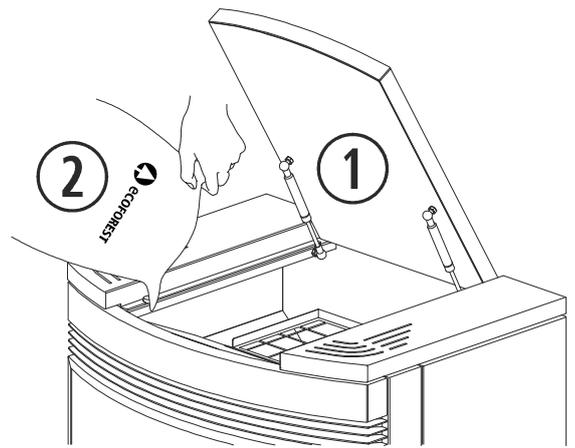
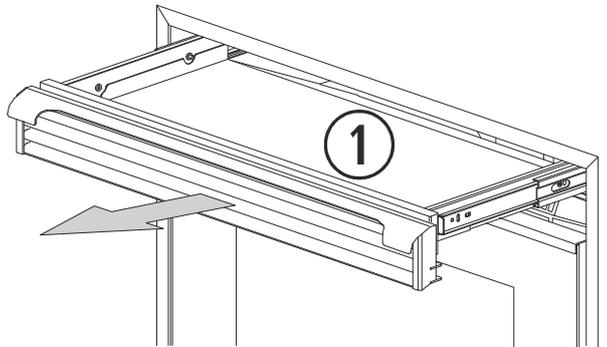

Figura 2
Figura 3
**2.13.** Para realizar la carga de combustible en la estufa, debemos abrir la tapa de la tolva y vaciar el saco de combustible con cuidado para evitar que rebose el combustible. Ver *figura 2 (ECO III)*. La carga de combustible en los modelos Córdoba (*figura 3*) y Córdoba Glass, se realiza extrayendo la bandeja de carga, gracias a los tiradores que tiene el embellecedor de aire de convección. Realizar carga siempre en frío.
①	Tapa de la tolva.
②	Combustible.